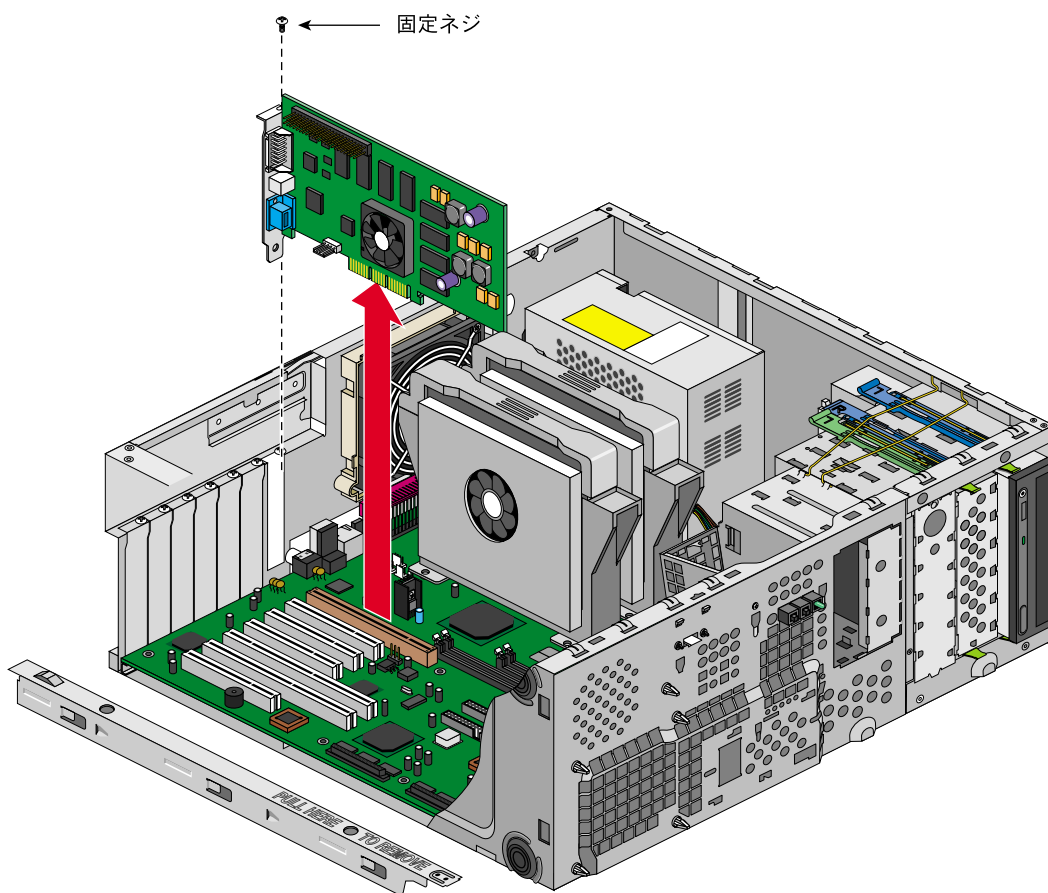

図2-24 拡張カードの取り外し
3. 図 2-24 に示すように、拡張カード用の固定ネジを取り外します。